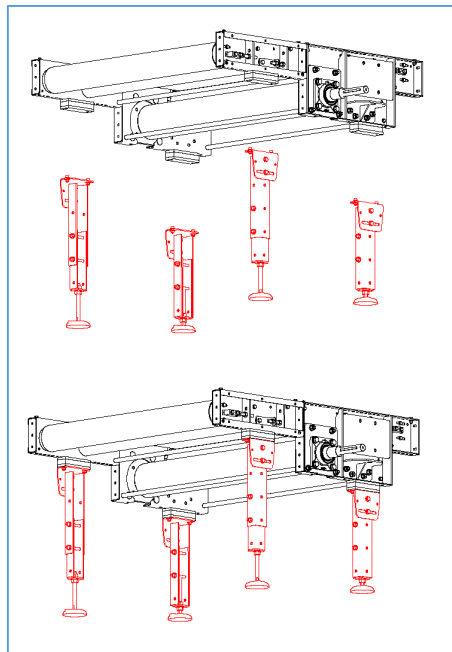

Figura 45 - Installazione gambe di supporto
8. Procedere con il montaggio delle gambe di supporto nella parte inferiore del telaio (vedi Figura 45); posizionandoli in riferimento alla tavola tecnica allegata.